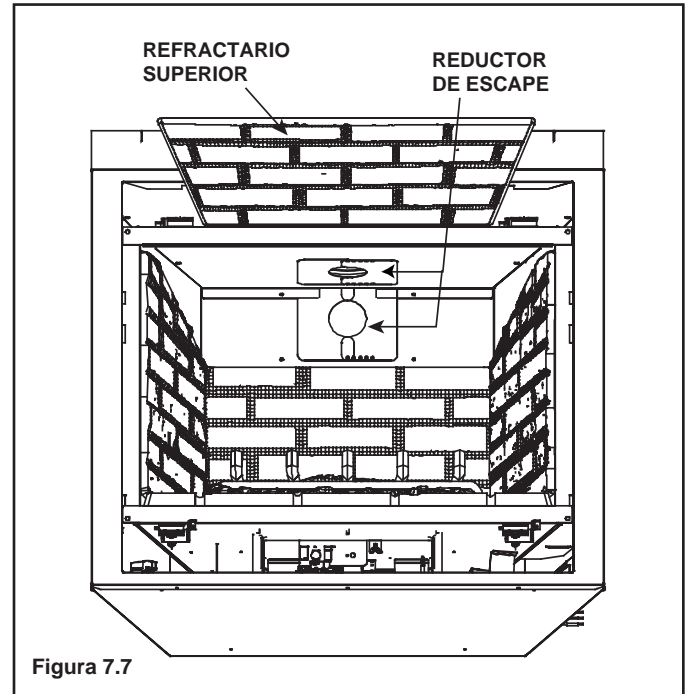

Figura 7.7
1. Retire la pieza superior de refractario si ésta ya fue instalada. Consulte la Figura 7.7).